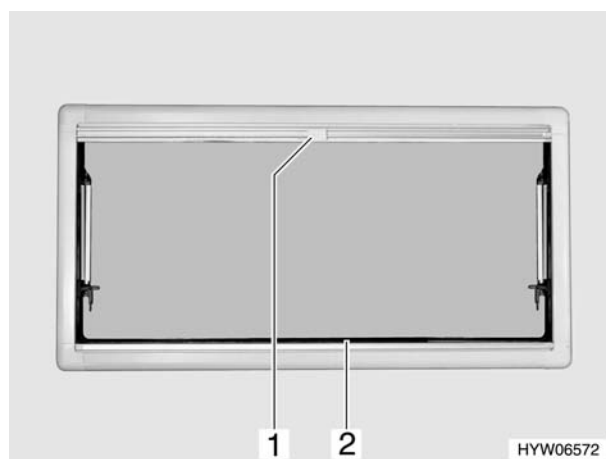

Fig. 55 Finestra apribile (variante 2)
- Afferrare la tendina oscurante pieghevole (Fig. 55,2) per la parte centrale della barra di presa, tirarla dal basso verso all'alto e rilasciarla nella posizione desiderata. La tendina oscurante pieghevole rimane in questa posizione.
- Tirare la zanzariera a rullo (Fig. 55,1) per la maniglia verso il basso fino a quando non si trova in contatto con la tendina oscurante pieghevole (Fig. 55,2).
- Premere la maniglia della zanzariera a rullo (Fig. 55,1).